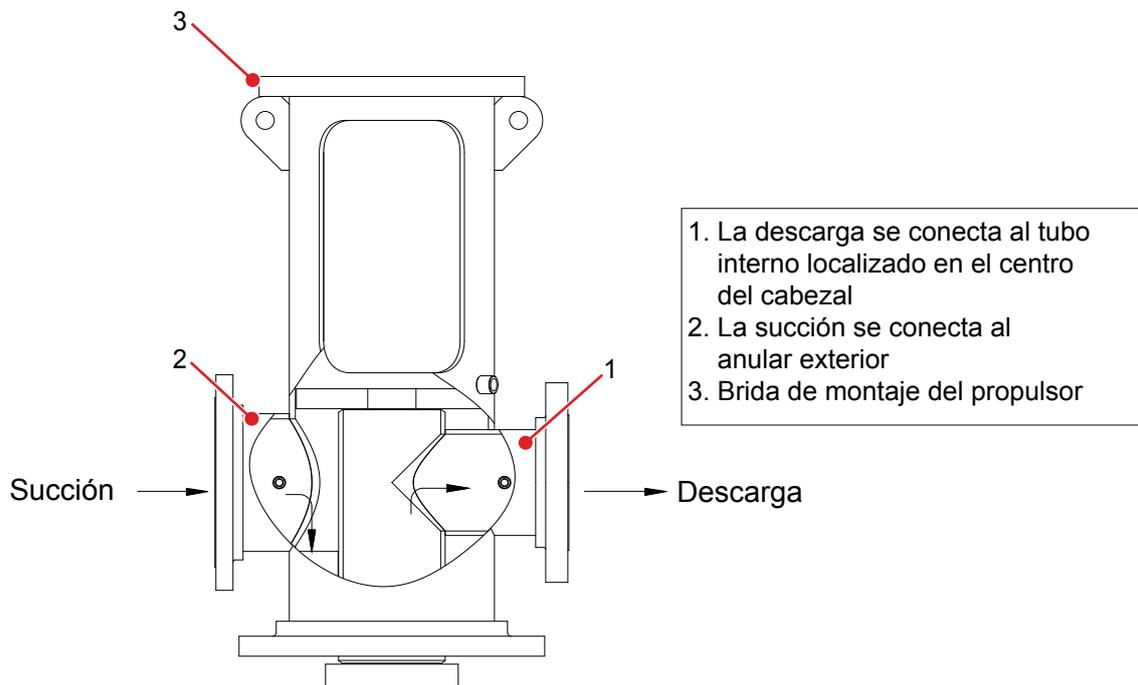

Figura 5-2: Identificación de succión y descarga - Cabezal de descarga tipo VC
- La Figura 5-2 en la página 23 se proporciona para permitir la identificación en campo en caso de que la flecha de flujo no está visible.